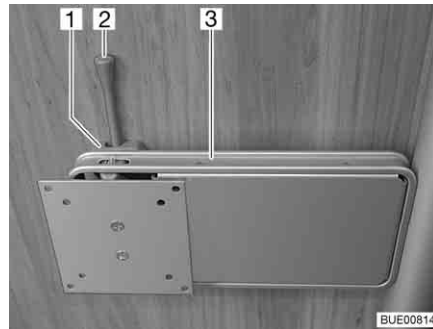

Fig. 44 Supporto su colonna
- Spingere di lato la leva di sbloccaggio (Fig. 44,2) e ruotare il supporto (Fig. 44,3) con lo schermo piatto nella posizione desiderata.
- Riportare indietro lo schermo piatto finché il supporto (Fig. 44,3) non si innesta nel bloccaggio (Fig. 44,1).